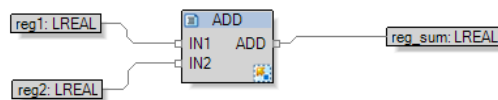

Abbildung 45: Erstellen einer einfachen Logik im 61131-Programm.
- Erstellen Sie im Zeichenbereich darunter einen „ADD“-Funktionsblock, indem Sie Strg+W drücken und ‚ADD‘ eingeben. Klicken Sie mit der rechten Maustaste auf IN1 und wählen Sie **Interne Var/Expression hinzufügen**. Geben Sie ‚reg1‘ als VAR-Namen ein und speichern Sie. Machen Sie dasselbe für IN2 und reg2 sowie ADD und reg_sum, wie in Abbildung 45 gezeigt.